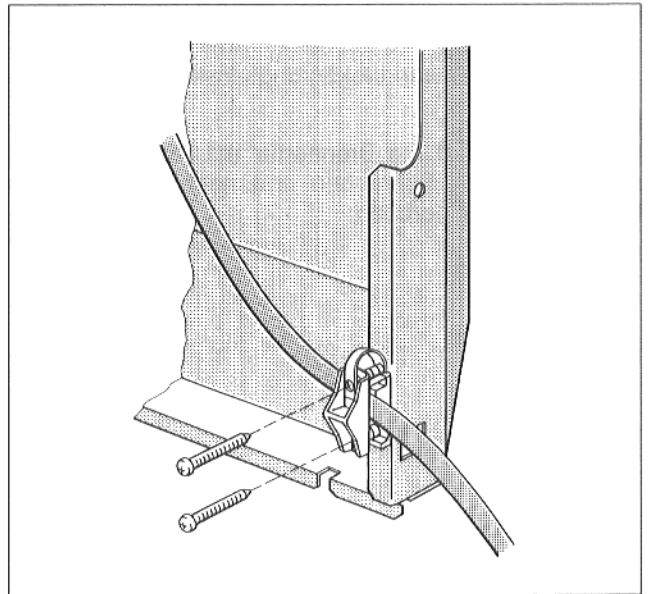

Abb. 13
- Brennerkabel in Zugentlastung einlegen und Zugentlastung mit 2 Blehschrauben festschrauben (Abb. 13).